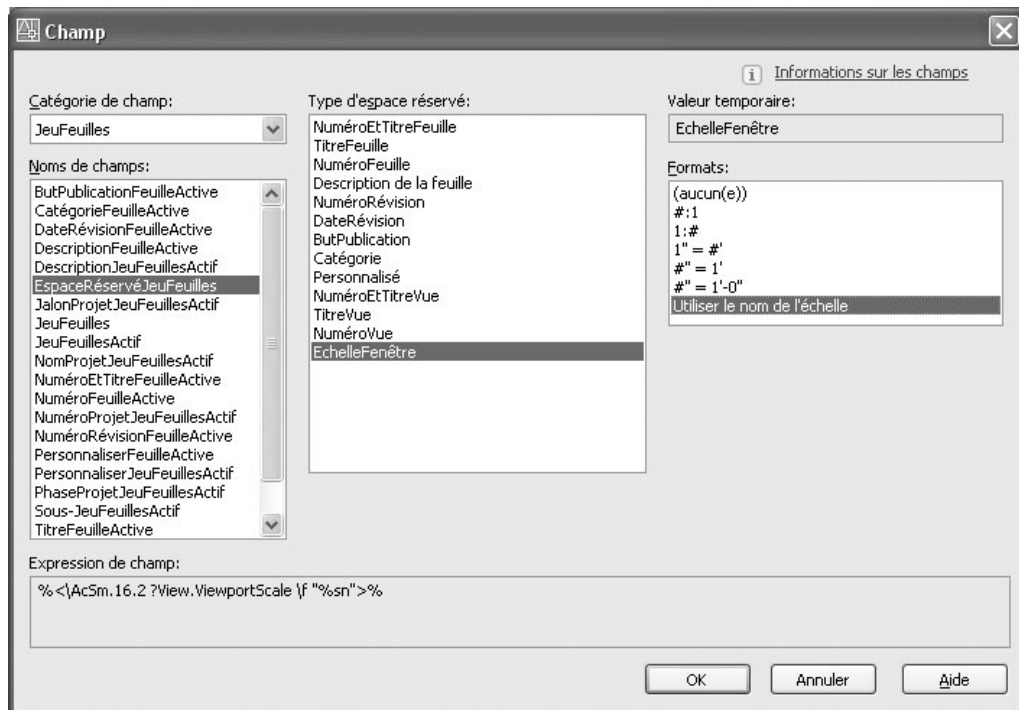

Fig.24.22
- [13] Dans la boîte de dialogue **Champ** (Field), sélectionner les options suivantes (fig.24.22) :